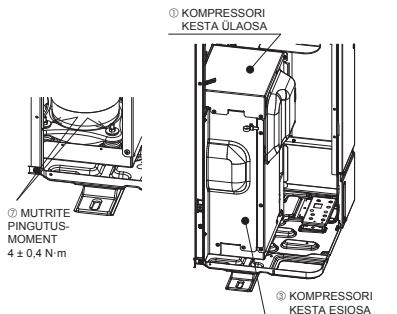

Fig. 4-2
- Pärast KOMPRESSORI fikseeritud osade eemaldamist pingutage kindlasti mutreid ning pange KOMPRESSORI KESTA ÜLAOSA ja KOMPRESSORI KESTA ESIOSA tagasi. (Fig. 4-2)